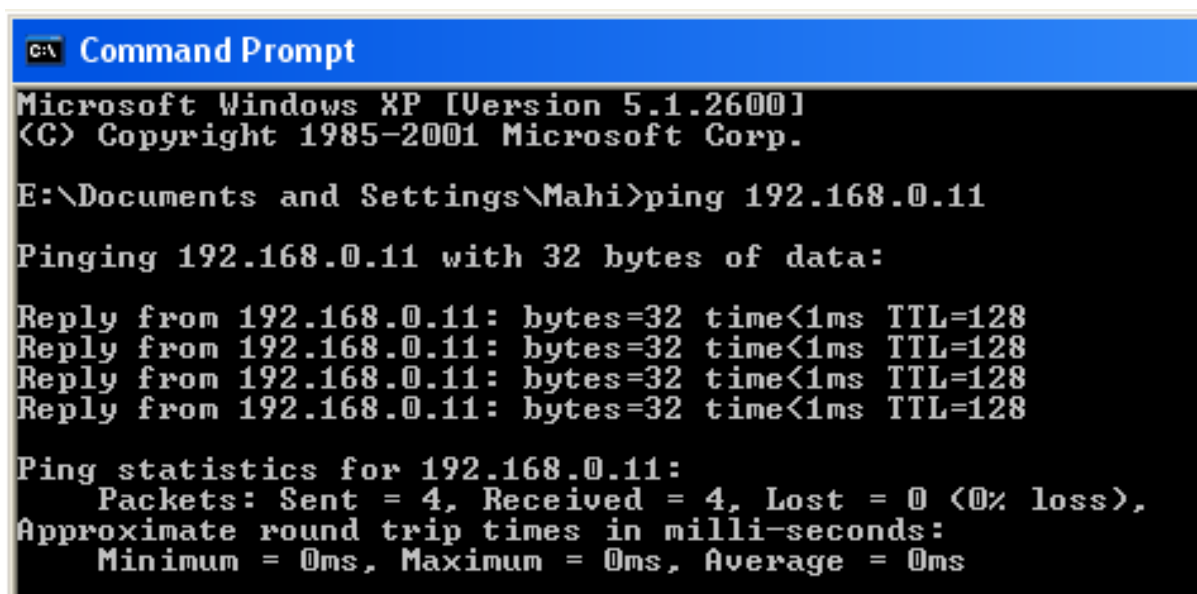

Рисунок 96
- 4) Используя команду Ping из DOS, убедитесь, что обмен данными с ПК осуществляется нормально (рисунок 96).